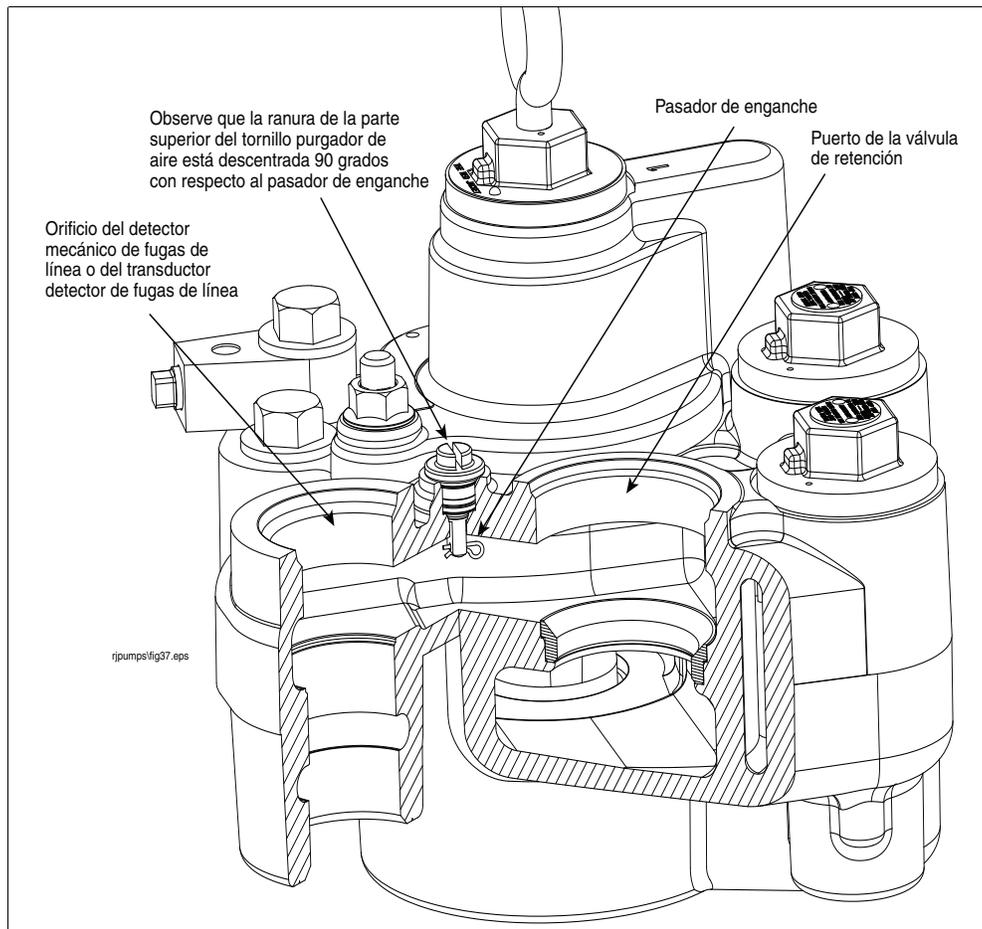

Figura 39. Ubicación del pasador de enganche del tornillo purgador de aire
6. El tornillo purgador de aire tiene un pasador de enganche colocado en posición horizontal para limitar la carrera del tornillo (véase la Figura 39).